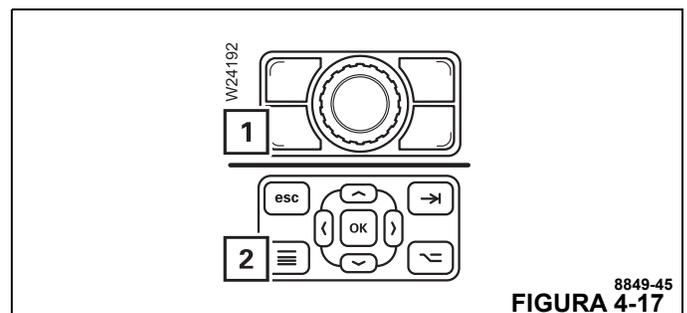

FIGURA 4-17
Para ello, abra el menú principal del ODM presionando una vez el botón (1, Figura 4-17) o (2).